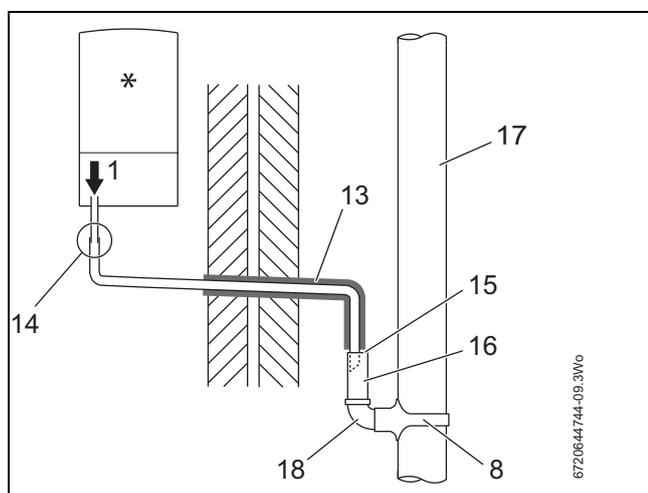

Fig. 10 Eliminación de condensado en un tubo de caída de aguas pluviales
- Véase la fig. 10 en la que se utiliza una tubería de bajada para eliminar el condensado.